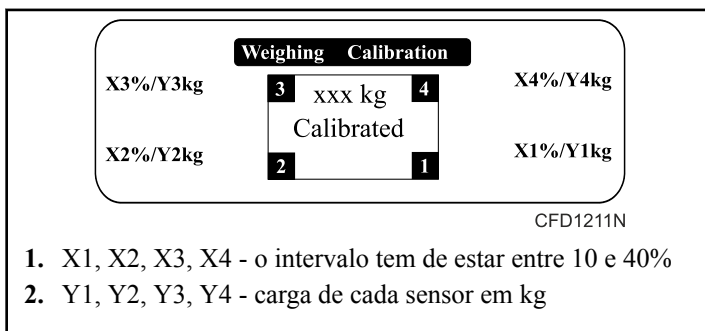

Figura 21
12. Verifique e, se necessário, ajuste a altura dos pés dos sensores de carga de modo a garantir uma distribuição uniforme da carga sobre todos os sensores. Consulte *Figura 21*.